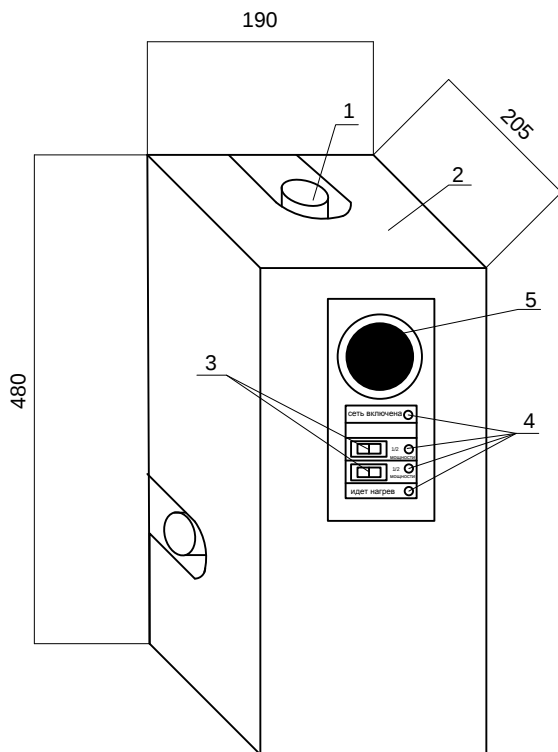

Рис. 1 Внешний вид электрокотла «Classic Plus».
3.1. Водонагреватель электрический серии «Classic Plus» состоит из колбы водонагревателя 1, защитного кожуха 2, датчика регулятора температуры по теплоносителю 5, клавиш включения электрических ТЭНов 3 и светоиндикации 4 (см. рис.1). Габаритные размеры электроводонагревателя не более 190х205х480 мм. Дополнительно может устанавливаться регулятор температуры по воздуху, датчик протока (в комплект поставки не входят).
Электронагреватель 1 (рис.1) и датчик температуры по воздуху следует устанавливать в местах, удобных для наблюдения и обслуживания.
Для быстрого нагрева рекомендуется включать электроводонагреватель на полную мощность. При этом включаются трубчатые электронагреватели и загорается световая сигнализация «НАГРЕВ». После того, как помещение достаточно прогрелось, можно переключить прибор на меньшую мощность. В ходе работы водонагревателя включение и выключение ТЭНов будет происходить автоматически, поддерживая заданную температуру теплоносителя. Для того, чтобы выключить водонагреватель, необходимо клавиши включения электрических ТЭНов 3 (рис.1) установить в положение «0» и отключить электропитание котла в электрощите.